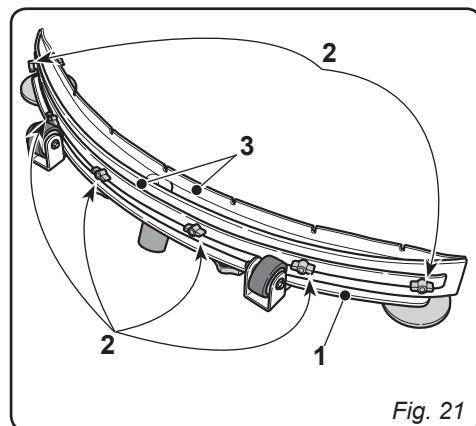

Fig. 21
10.1.f - Substitution des raclettes en caoutchouc (Fig. 21)